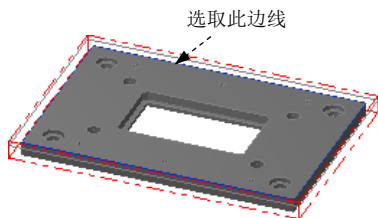
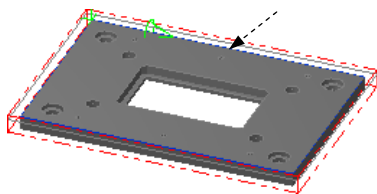

图 2.16 选取区域
图 2.17 定义区域
Step1. 选择下拉菜单 **刀具路径(T)** **外形铣削... (C)...** 命令, 系统弹出“串连选项”对话框。
Step2. 设置加工区域。在图形区中选取图 2.16 所示的边线, 系统自动选取图 2.17 所示的边链。单击 按钮, 完成加工区域的设置, 同时系统弹出“2D 刀具路径-外形”对话框。